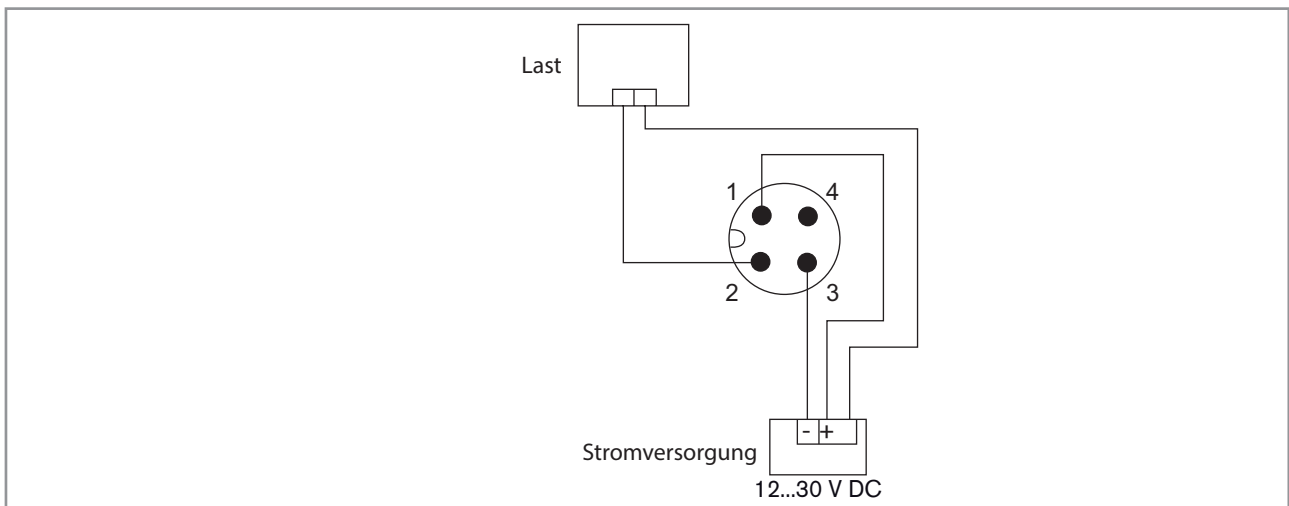
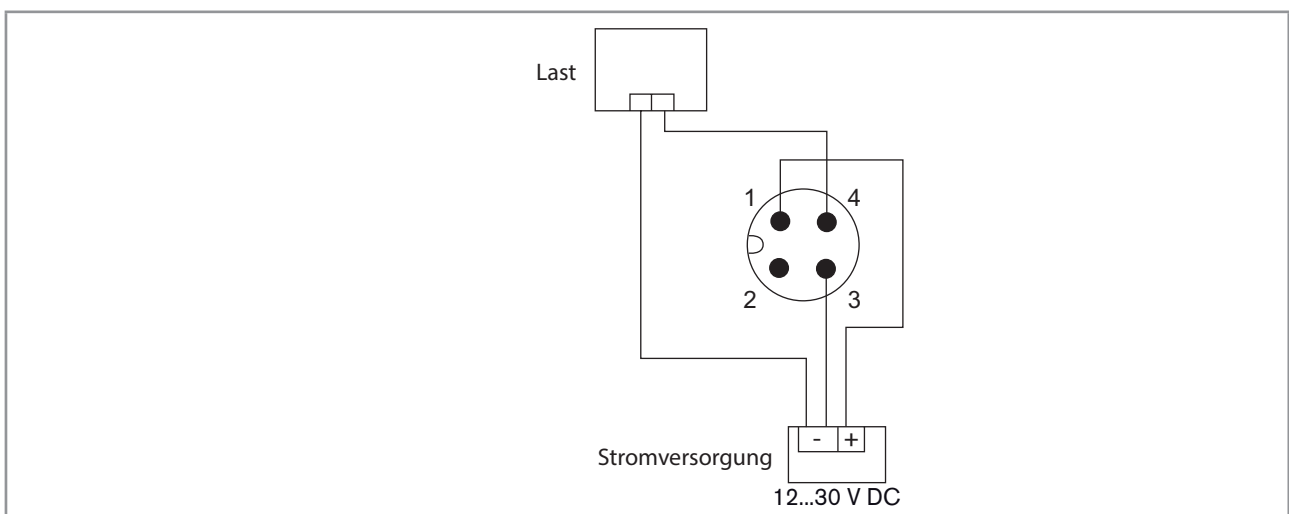

Bild 8: Gerät mit 4-poligem M12-Gerätestecker – NPN-Anschluss des Transistorausgangs
Bild 9: Gerät mit 4-poligem M12-Gerätestecker – PNP-Anschluss des Transistorausgangs
- Den Transistorausgang anschließen. Der Transistorausgang kann auf folgende Arten angeschlossen werden: NPN oder PNP. Siehe Bild 8 oder Bild 9.